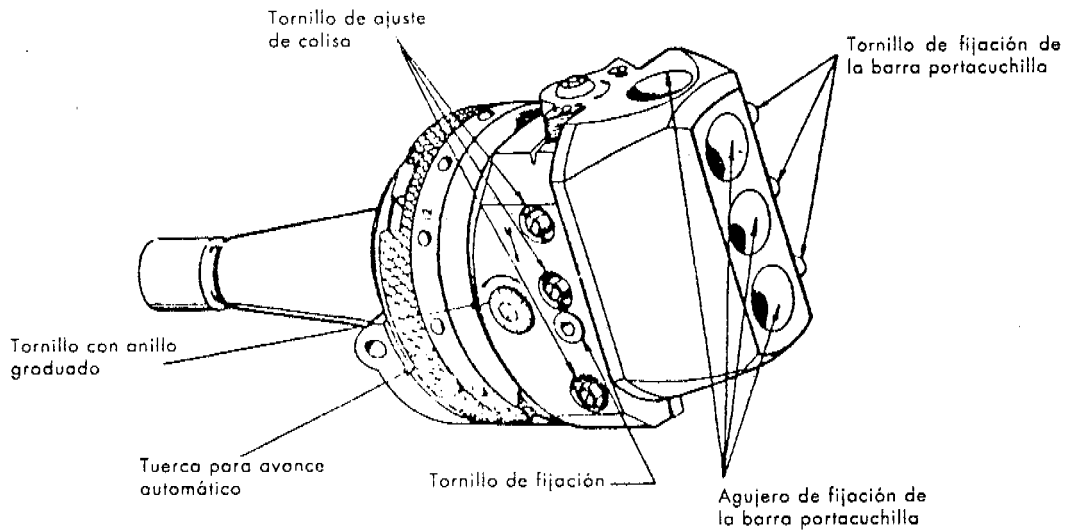

Figura 2
- de avance automático ( Figura 2 ).
La regulación del corte se logra haciendo girar el tornillo con anillo graduado, quien hace que se deslice la colisa acercando o alejando la herramienta del eje de giro. En los mandriles descentrables de avance automático, el desplazamiento radial de la herramienta puede ser dado automáticamente por medio de la tuerca de avance ( Figura 2 ).